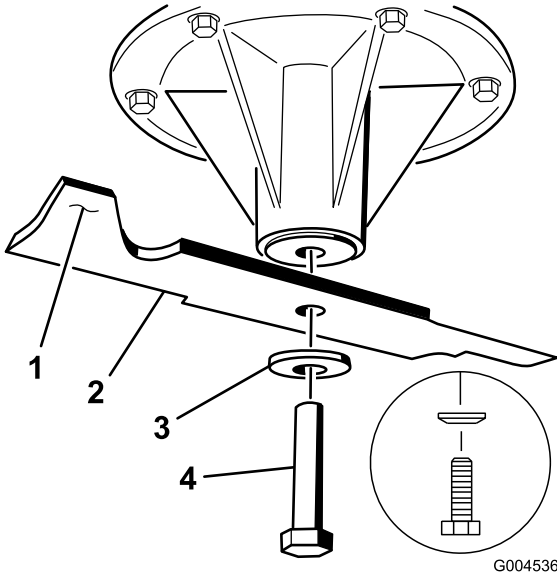

Figura 79
2. Retire del eje el perno de la cuchilla, la arandela curva y la cuchilla (Figura 79).
3. Si la cuchilla no está equilibrada, rebaje algo del metal en la parte de la vela solamente con una lima (Figura 79).